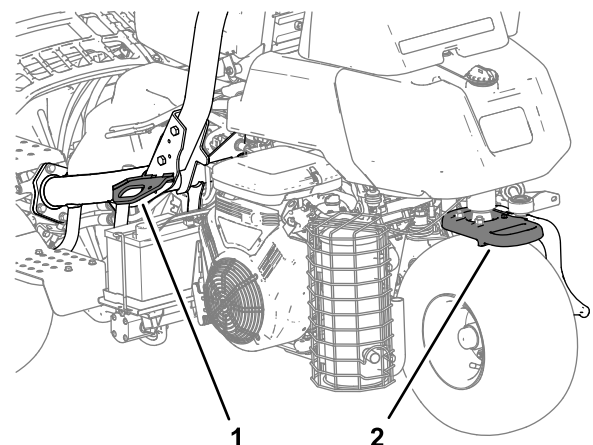

Figure 23
- Arrimez solidement la machine au moyen de sangles, chaînes, câbles ou cordes. Les sangles avant et arrière doivent être dirigées vers le bas et l'extérieur de la machine (Figure 23).